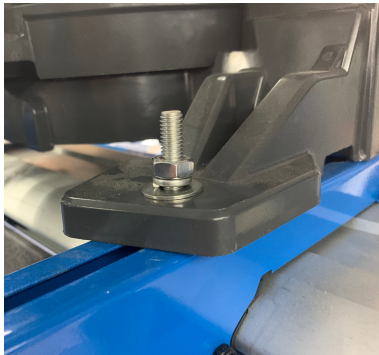

Abb. 10: Maschine montieren
Schritt 3: Befestigungsschrauben von unten in die Nut der beiden Klemmschienen (Abb. 10) sowie der Bohrung an der jeweiligen Maschine einsetzen. Muttern handfest anziehen.